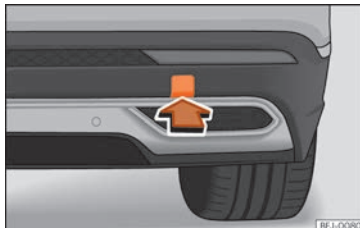

Fig. 47 No lado direito do para-choques traseiro: retirar a tampa.
O alojamento para a argola de reboque enroscável encontra-se na parte direita do para-choques traseiro, atrás de uma tampa »» » **Fig. 47.**
- Pressione sobre a zona inferior da tampa »» » **Fig. 47** para desencaixá-la.